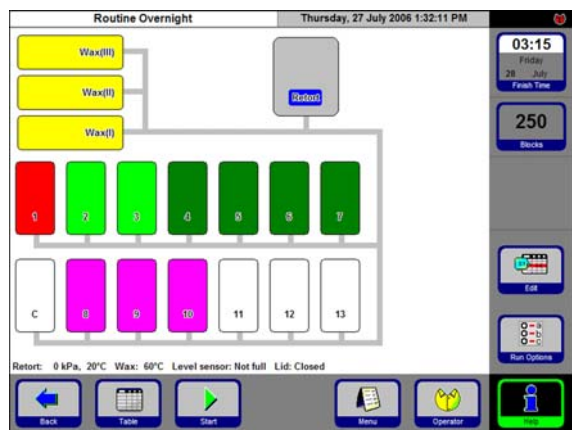

Fig.63
- Verrà visualizzata una rappresentazione grafica delle stazioni / storta. Le stazioni richieste per il programma che si sta per avviare verranno colorate nei corrispondenti colori del gruppo di reagenti (fig. 63).